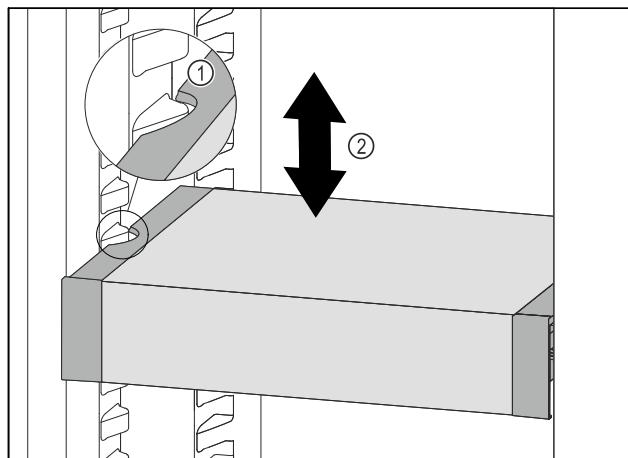

Fig. 96
- ▶ Издигнете VarioSafe напред, докато страниците прорези на VarioSafe се намират на височината на реброто на съда в хладилната част. Fig. 96 (1)
- ▶ Преместете VarioSafe нагоре или надолу в хладилната част, докато се достигне желаната височина. Fig. 96 (2)